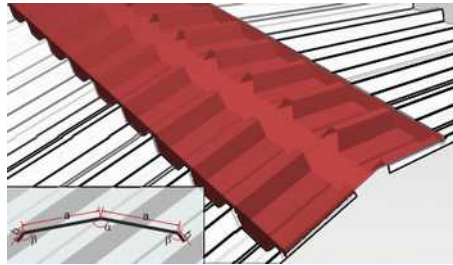
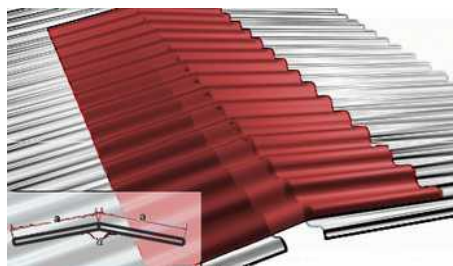

Figura 02
Figura 03
- ❖ Serão instaladas cumeeiras do tipo lisa dentada (figura 02) ou perfil (figura 03), do mesmo material e especificações das telhas;